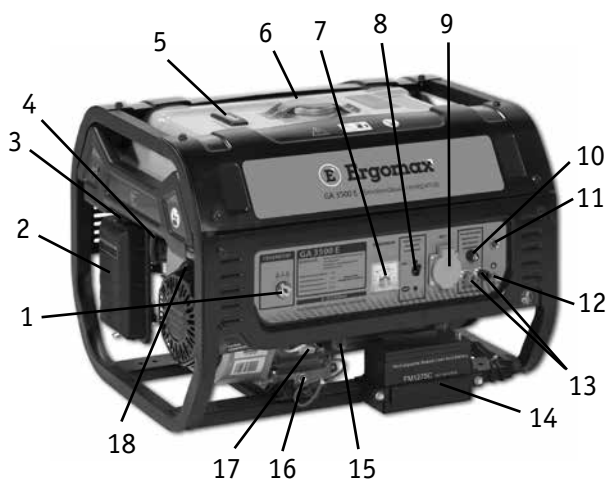

Рис. 1.1
Внешний вид генераторов и расположение элементов управления представлено на **рис. 1.1** и **1.2**.
1. Открутите крышку маслозаправочной горловины (15) (**рис. 1.1**) и вытрите щуп крышки чистой тряпкой (**рис. 2.1**).
Проверьте уровень топлива по шкале уровня топлива (5) (**рис. 1.1**), если уровень топлива низкий, то:
1. Открутите крышку топливного бака (6) (**рис. 1.1**).
ВНИМАНИЕ! Перед пуском двигателя убедитесь, что ни один электроприбор не подключен к генератору, а выключатель выходного напряжения (8) находится в положении «ВЫКЛ» (рис. 1.1).
4. Потяните на себя рукоятку стартера (18) (рис. 1.1), пока не почувствуете натяжение шнура стартера, затем резко дерните рукоятку на себя. Аккуратно верните на прежнюю позицию рукоятку стартера. Повторите несколько раз, пока двигатель не заведется.